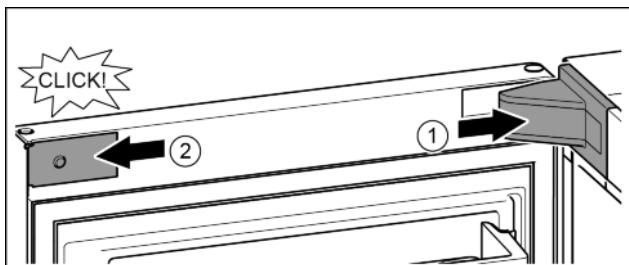

Fig. 18
- Встановіть та зафіксуйте кришку опорного кронштейна, у разі необхідності — обережно розтисніть. Fig. 18 (1)
- Встановіть збоку і зафіксуйте накладку. Fig. 18 (2)